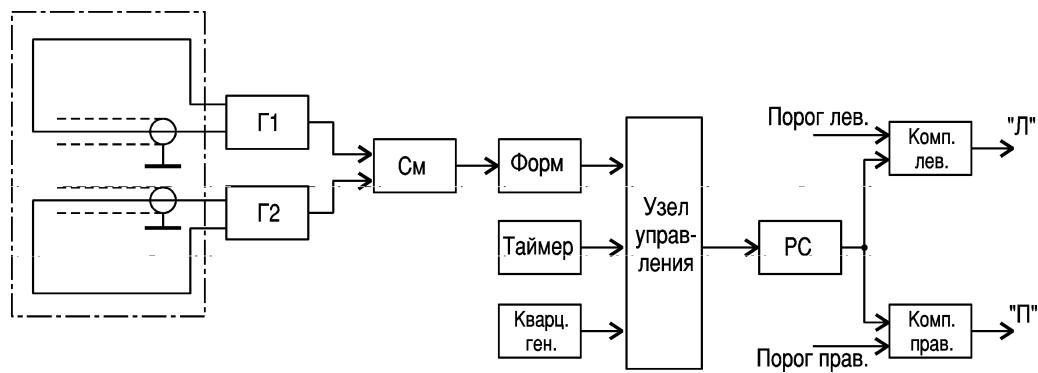

рис.20
На **рис.20** показана структурная схема такого устройства. Катушки генераторов Г1 и Г2 охватывают по половине периметра участка. В той части, где витки катушек проходят рядом, их необходимо экранировать во избежание взаимного захвата частот генераторов. С этой же целью желательно разнести частоты генерации хотя бы на 10%, например, 50 кГц и 55 кГц. Сигналы генераторов поступают на смеситель (См), в котором выделяется разностная частота (порядка 5 кГц). Из **рис.21,а** видно, что при уменьшении частоты 55 кГц из-за вторжения нарушителя разностная частота уменьшается, а при уменьшении частоты 50 кГц разностная частота увеличивается.
Для такой логики работы в устройстве **рис.20** имеется реверсивный счетчик (PC), выход которого нагружен на два цифровых компаратора. Один из них обнаруживает ситуацию **рис.21,б**, другой – ситуацию **рис.21,в**. Реверсивный счетчик управляется узлом управления, на который подаются сигналы разностной частоты после формирователя "Форм", сигналы таймера (0,5...1 с) и сигналы кварцевого генератора.